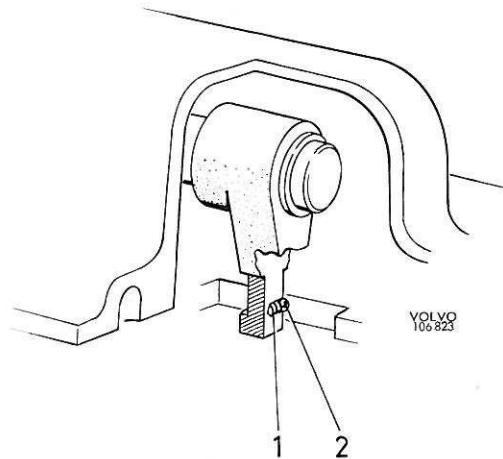

Figure 28. Billes d'amortissement dans commande de changement de vitesse
14. Poser les billes et ressorts de verrouillage en place. Réassembler et remonter le couvercle de la boîte avec son joint. Ne pas oublier la bille et le ressort de verrouillage, voir figure 28. Remonter le couvercle d'arbre primaire. Remonter la butée de débrayage.